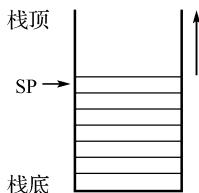

图 1-7 堆栈的分布
⑥ 堆栈指针（SP）。堆栈是一种数据结构，它是一个 8 位寄存器（见图 1-7），用来指示堆栈顶部在内部 RAM 中的位置。系统复位后，SP 的初始值为 07H，堆栈实际上从 08H 开始。但从 RAM 的结构分布中可知，08H~1FH 属于 1~3 工作寄存器区，若编程时需要用到这些数据单元，则必须对堆栈指针 SP 进行初始化，原则上设在任何一个区域均可，但一般设在 30H~1FH 较为适宜。
掌握 51 单片机的结构及引脚功能、最小系统电路图。掌握用单片机来控制一个 LED 小灯闪烁的原理及简单程序的编写，参考图 1-7。